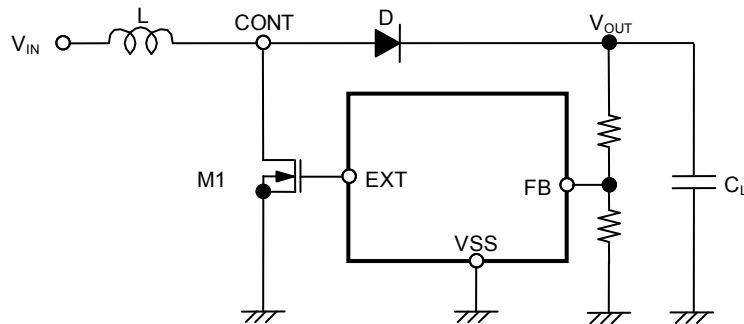

図 10 昇圧型スイッチングレギュレータの基本式の回路
以下に昇圧型スイッチングレギュレータの基本式 (1) ~ (7) を示します (図 10 参照)。